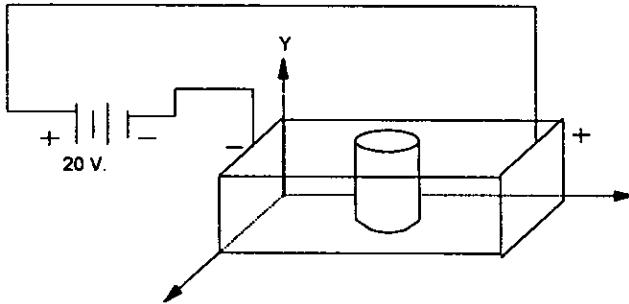

FIG. 4
i) Introduzca un cilindro electrostático centrándolo en la caja de superficies equipotenciales, según se muestra en la fig. 4.